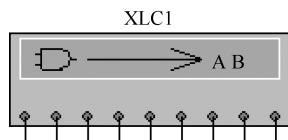

图 4.5.4 逻辑转换仪图形
(1) 查找并放置逻辑转换仪。在仪表工具栏中选择  图标 (显示 Logic converter), 将其拖放于图纸中。放下的逻辑转换仪图形如图 4.5.4 所示, 名称默认为 XLC1。